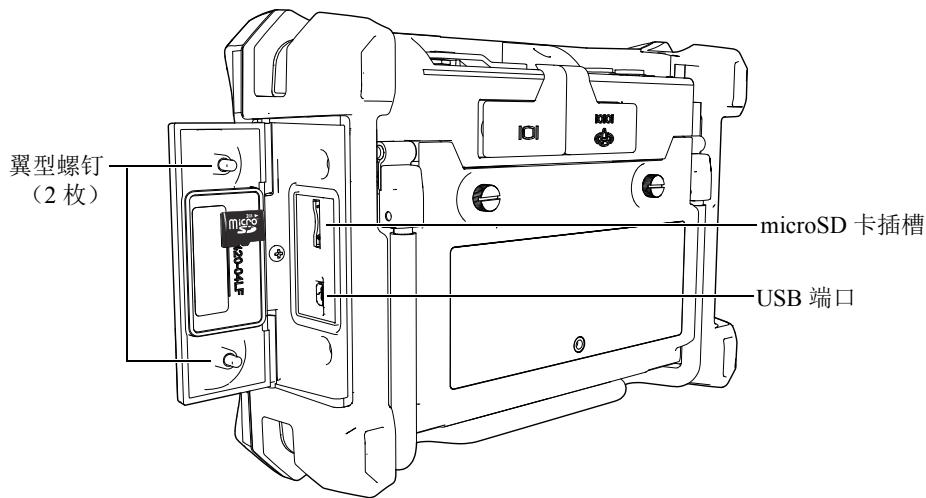

图 1-13 安装 microSD 卡
- 拧松两个翼型螺钉，然后打开 Magna-Mike 8600 I/O 舱盖（参见第 28 页的图 1-13）。